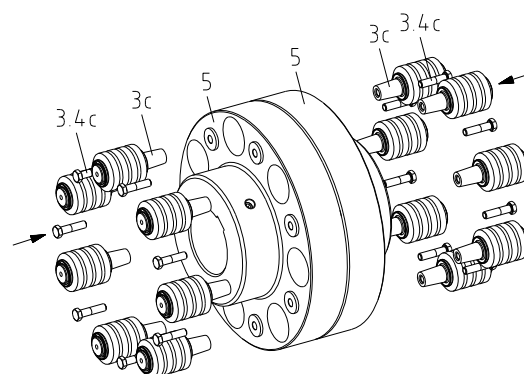

Fig. 16
- Insérer les boulons (composant 3c) dans les plus grands alésages du moyeu pièce 5 (voir fig. 16).
- Visser les boulons avec les vis à tête hexagonale (composant 3.4c) et les serrer uniformément avec une clé dynamométrique aux couples de serrage indiqués dans le tableau 4 (voir fig. 16).